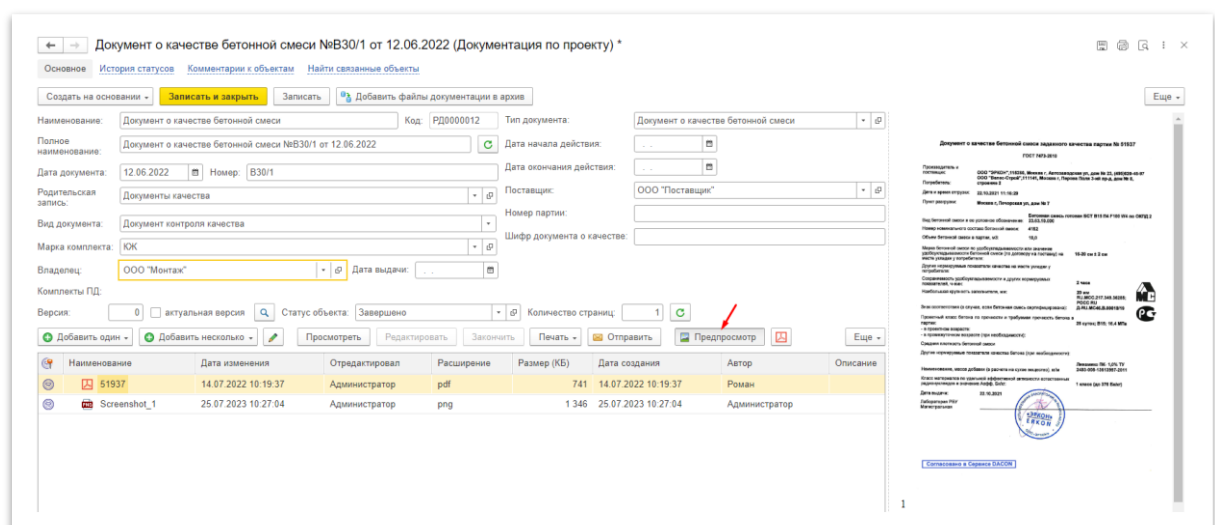

Рисунок 50 – Классический просмотр документов
- Классический – позволяет просматривать файлы изображений различных форматов, с наложением штампа имеющихся ЭЦП (Рисунок 50);